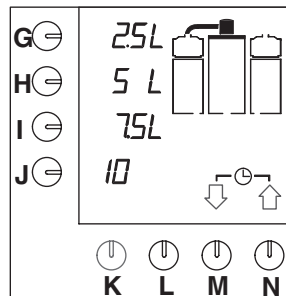

Abb. 5 Standardwahlmöglichkeiten
- Die Kontrollleuchte im Schalter schaltet sich ein. Die Standardwahlmöglichkeiten erscheinen auf dem Display (Abb. 5).